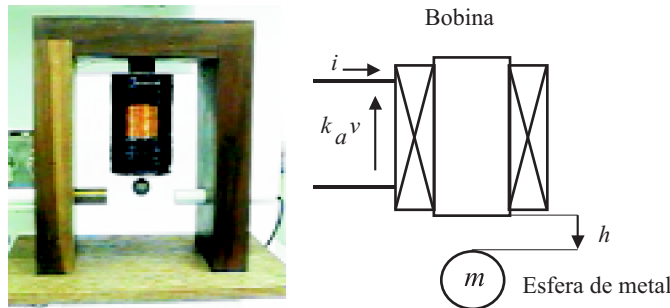

Figura 4: Diagrama de blocos do Exercício 4.
4. A Figura 4 representa um sistema de suspensão magnética. A modelagem do sistema de suspensão eletromagnética é baseada em suas equações dinâmicas: eletromecânica, mecânica e elétrica dadas no Capítulo 2, repetidas aqui para fácil referência: